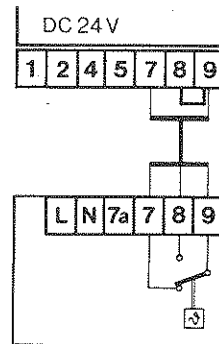

Fig. 17
- Tilslutning til klemme 7, 8 og 9 jvf. fig. 17